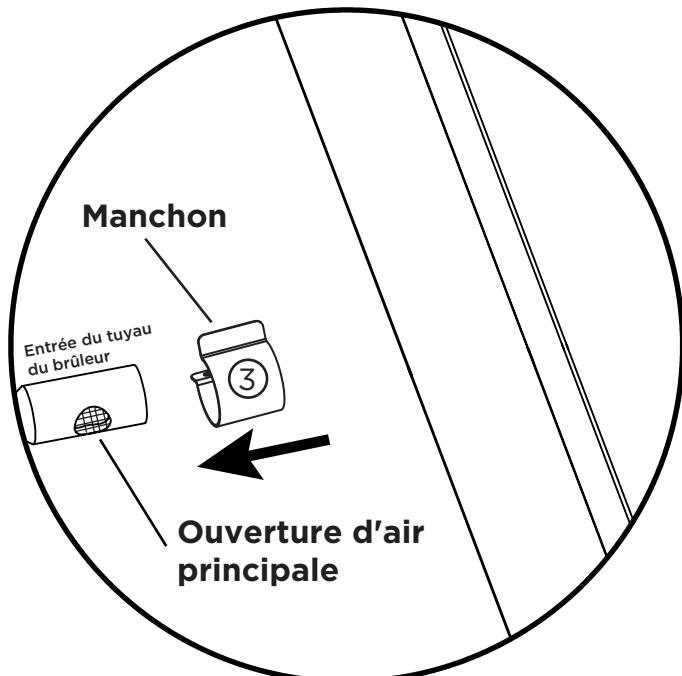

Fig. 1
- 6.** Glisser le manchon sur l'ouverture d'air principale (voir Fig. 1). Ensuite, visser la nouvelle tête d'injecteur GN dans l'entrée du tuyau du brûleur (voir Fig. 2).